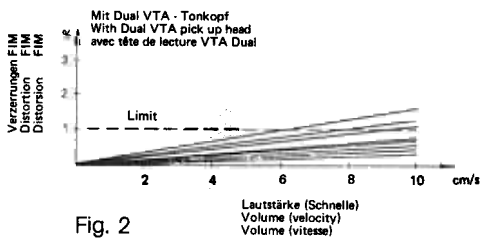

Fig. 2
- Durch das Optimieren des vertikalen Spurfelhwinkels werden diese Verzerrungen vermindert (Fig. 2).
- Die vom Hersteller des Tonabnehmers vorgesehene Einstellung erreichen Sie, wenn die Montagefläche (A) des Tonabnehmers parallel zur Schallplatte (B) verläuft.
- Optimising of the vertical tracking angle minimises the distortion (fig. 2).
- The pick-up-board is correctly adjusted if the bottom base (A) of the pick-up-head is parallel lined-up with the record (B)
- L'optimisation de l'angle de piste vertical permet de réduire ces distorsions (fig. 2).
- Vous obtiendrez le réglage prévu par fabricant du bras de lecture, lorsque la surface de montage (A) du bras de lecture se trouvera parallèle au disque (B).
- Door het optimaal instellen van de verticale aftasthoek wordt de vervorming teruggebracht (Fig. 2).
- Optimando el ángulo de pista se suprimen las distorsiones (fig. 2).
- Genom att optimera det vertikala sk spårvinkelfelet minskar denna distorsion (fig. 2).